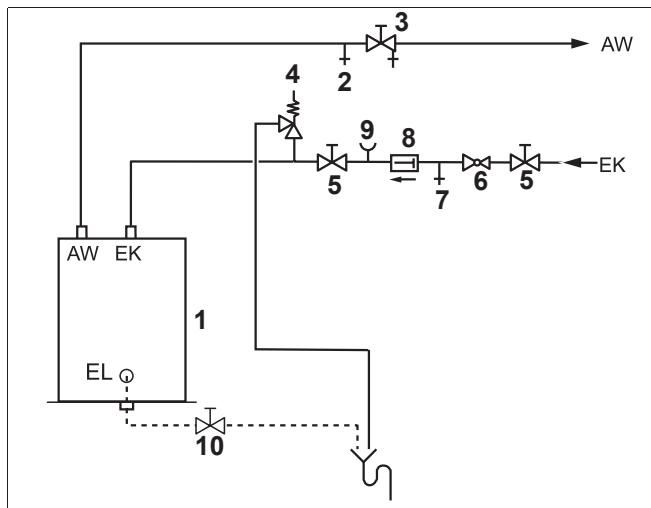

Рис. 11 Монтаж по DIN 1988 (принципиальная схема)
- ▶ Слейте воду из бака. Перекройте запорный вентиль входа холодной воды ЕК и откройте сливной кран EL рис. 11, стр. 13. Для продувки откройте вентиль продувки и выпуска воздуха или наиболее высоко расположенный водоразборный кран.